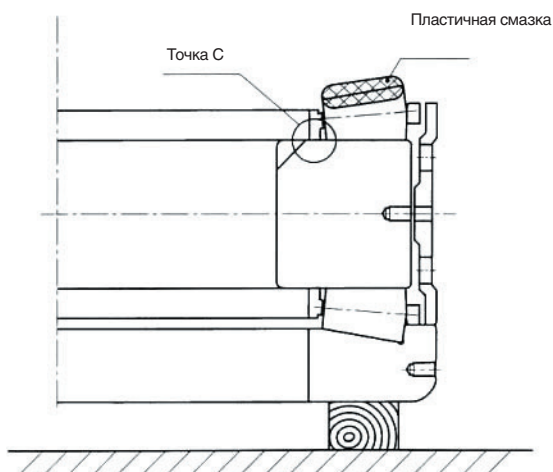

Рис. 3.41
- (5) Установите сепаратор и ролики с меткой В на внутреннее кольцо. Убедитесь в том, что сепаратор контактирует с беговой дорожкой внутреннего кольца в точке С, как показано на **рис. 3.41**. Нанесите требуемое количество пластичной смазки на периферию роликов. (**Рис. 3.41**)